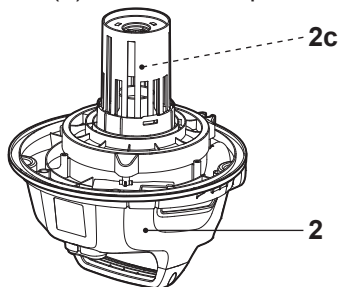

Fig. 19
El producto cuenta con una válvula de seguridad (2c) para evitar que el agua entre en la unidad del motor (2) cuando se aspira en húmedo (Fig. 19).